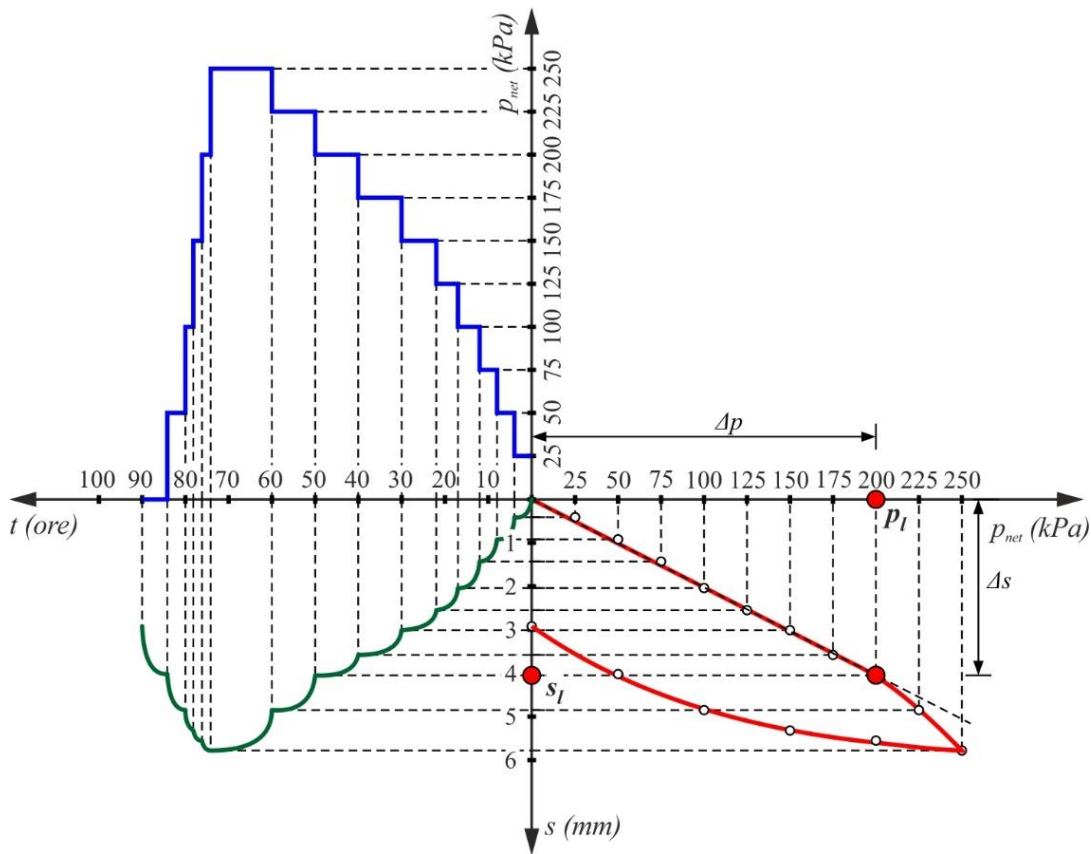

Figura 5.1 Graficul centralizator al încercării cu placa
a) Se reprezintă la scară graficul centralizator al încercării cu placa (**Figura 5.1**).